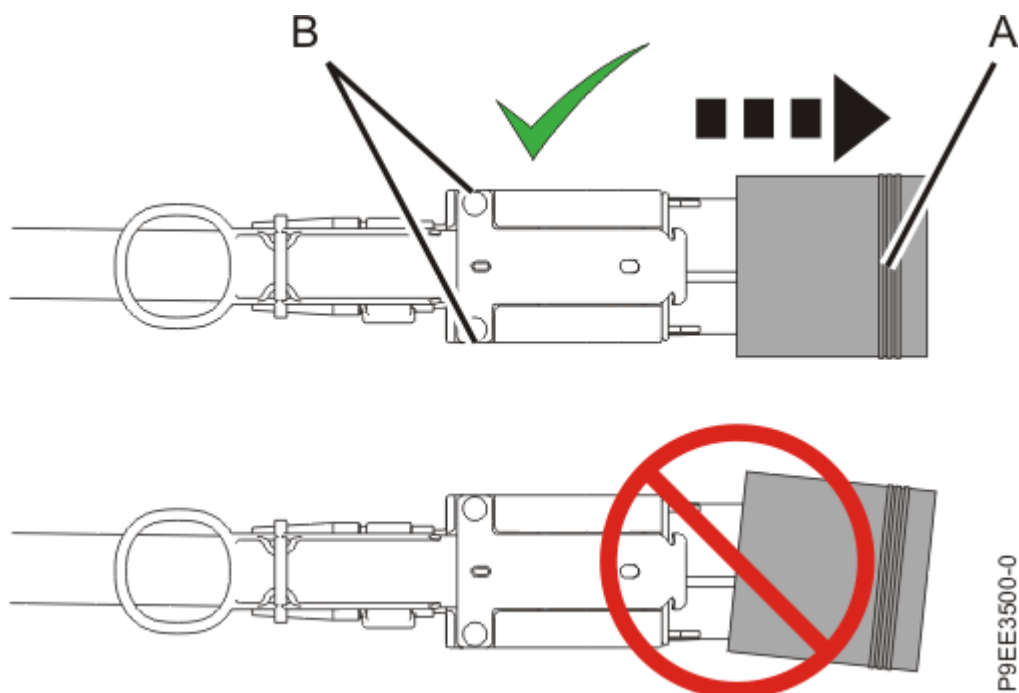

Figura 5. Extracción de la funda protectora del conector del cable del cajón de expansión
- b. Sujete la funda por el borde largo **(A)** con los dedos de la otra mano y, a continuación, tire de la funda protectora para extraerla. Consulte la Figura 5 en la página 7.